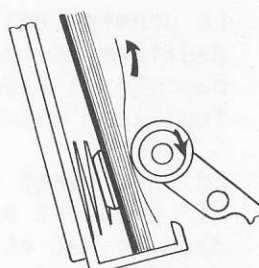

fig.2-3
- 2° (fig. 2-3) En continuant d'avancer, les rouleaux d'extraction "f" pressent sur le paquet de feuilles contenues dans le bac et dégagent la feuille supérieure du doigt de retenue du bac "x".